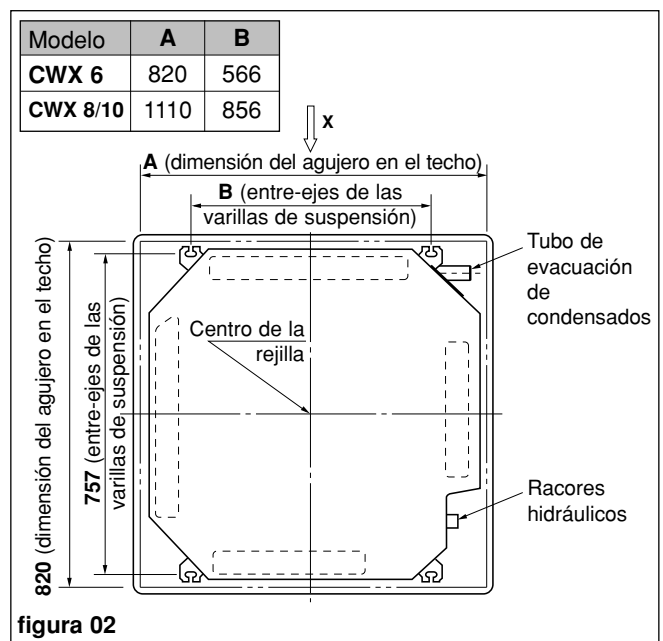

figura 02
- Ver la cotas en la tabla mostrada al lado (figura 02).